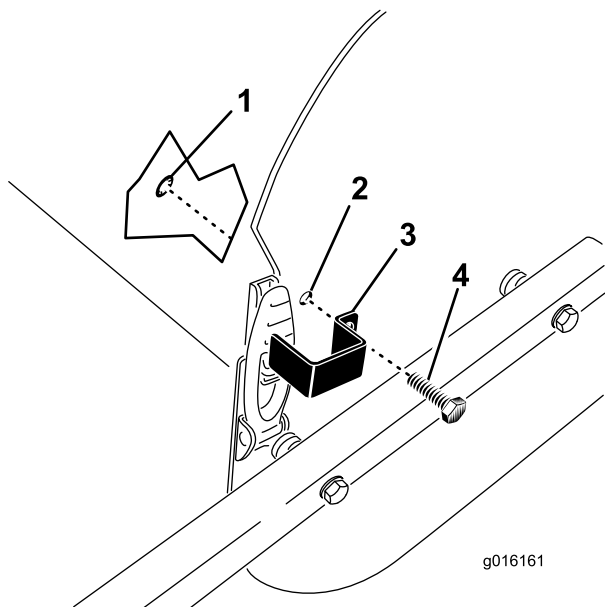

Figure 30
1. Placez la plaque de verrouillage sur le verrou de capot en alignant le trou de montage sur le trou de la plaque latérale (Figure 30).
2. Fixez la plaque de verrouillage à la plaque latérale avec un boulon d'assemblage et une bague de retenue (Figure 30).